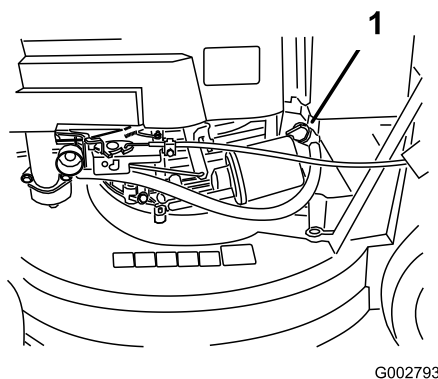

Figure 13
2. Ouvrez le robinet de carburant (Figure 13).